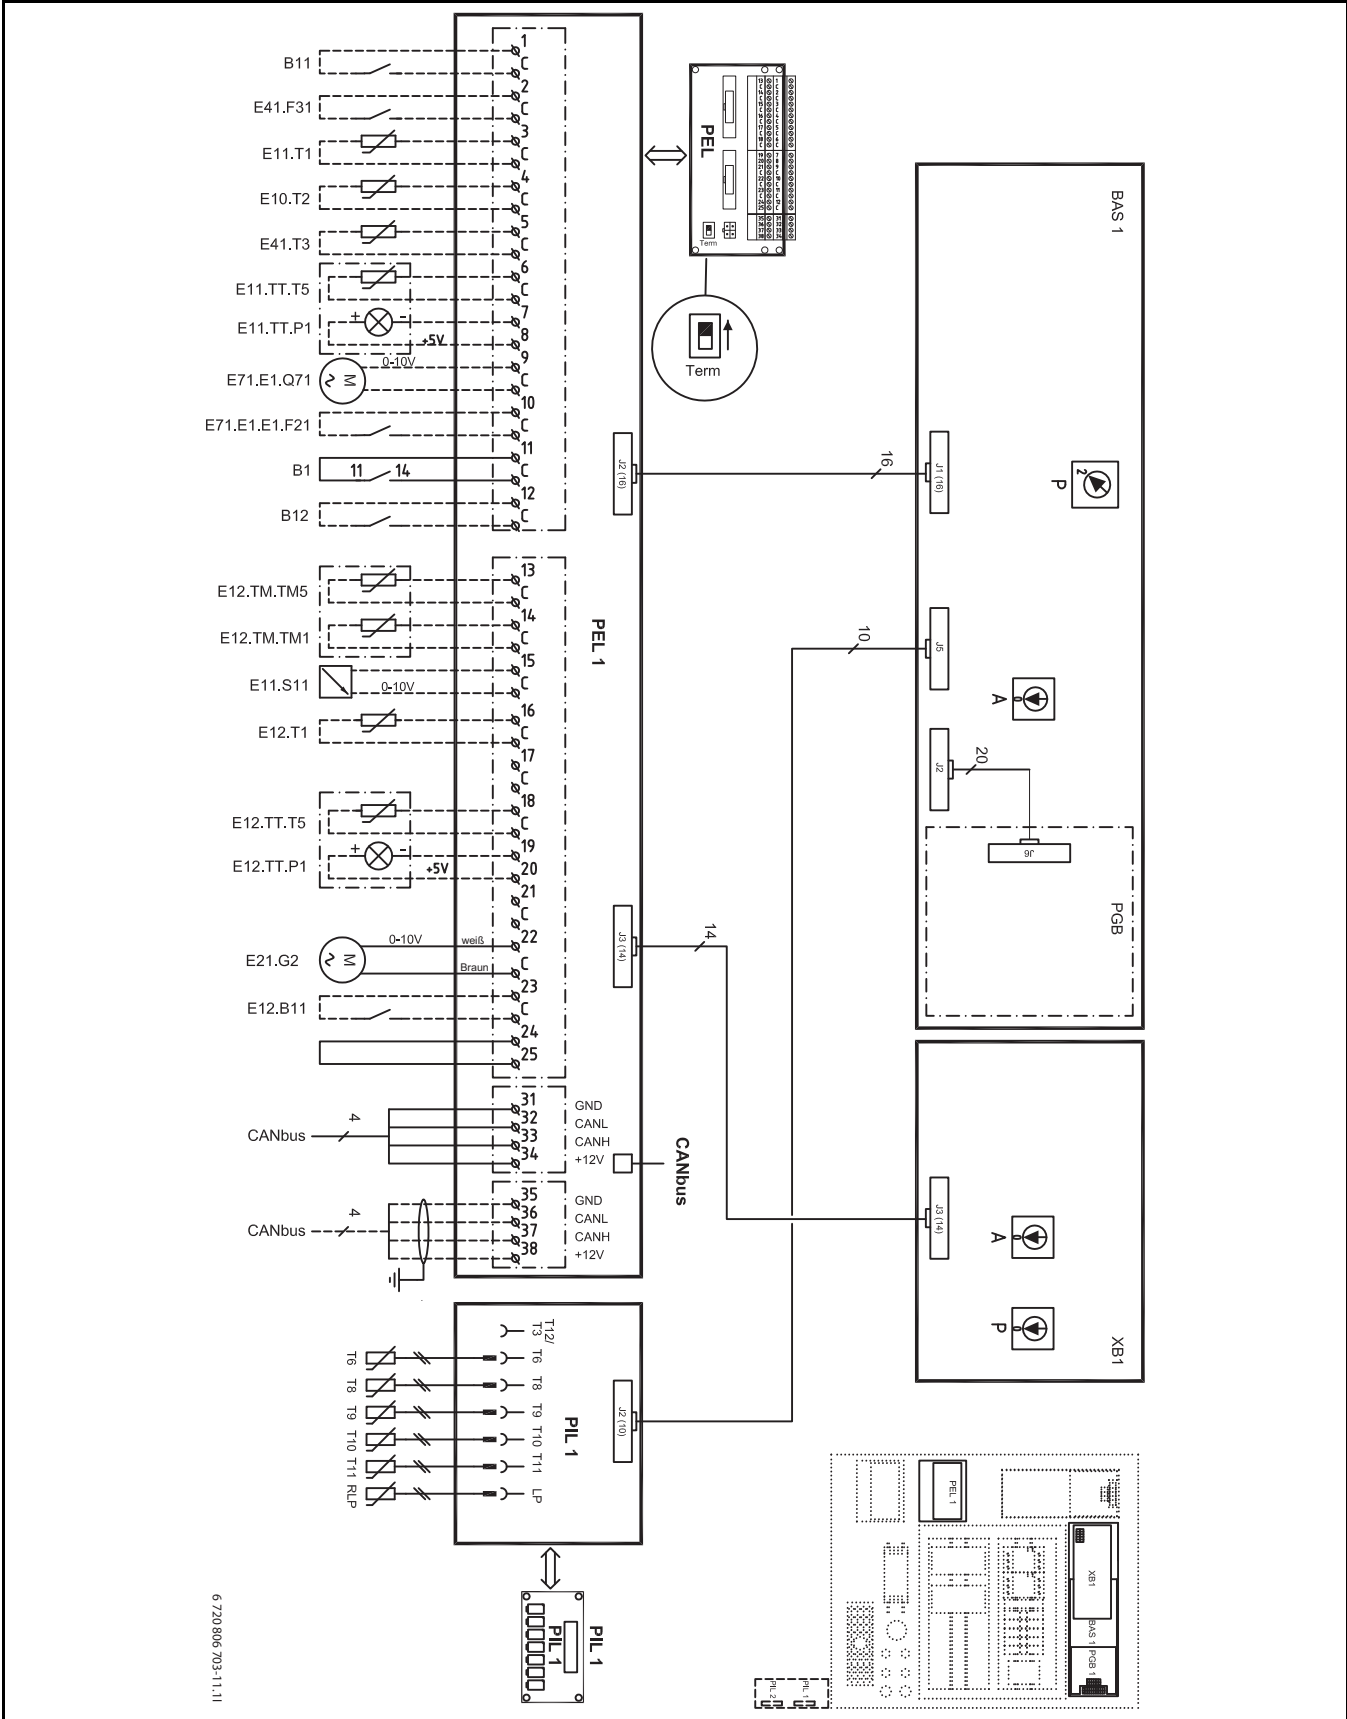

Bild 36 Schaltplan E21 Niederspannung
- Verwenden Sie für den Anschluss von Alarm Zuheizung E71.E1.E1.F21 an die PEL-Karte ein Zwischenrelais (→ Bild 36), wenn das Alarmsignal des Zuheizers 230 V beträgt.